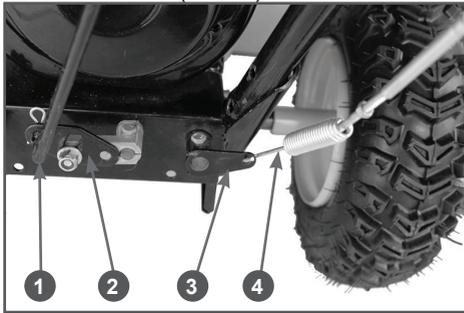

Рис. 7 Установка тяги переключения передач и троса включения шнеков
4. Установите тягу 1 от рычага переключения передач в кронштейн 2 оси переключения передач (Рис. 7). Соедините пружину 4 троса включения шнеков с кронштейном 3 оси включения шнеков (Рис. 7).